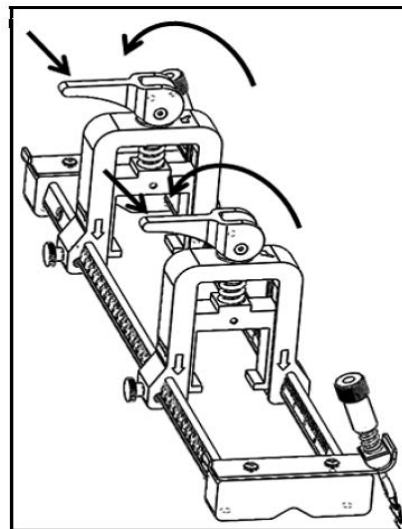

Figura 22: Levas sueltas
7. Suelte las levas de ambas abrazaderas del transductor, de forma que los transductores se empujen hacia la tubería para garantizar que el acoplante llene completamente los huecos entre las superficies del transductor y la superficie de la tubería (véase Figura 22 más abajo).